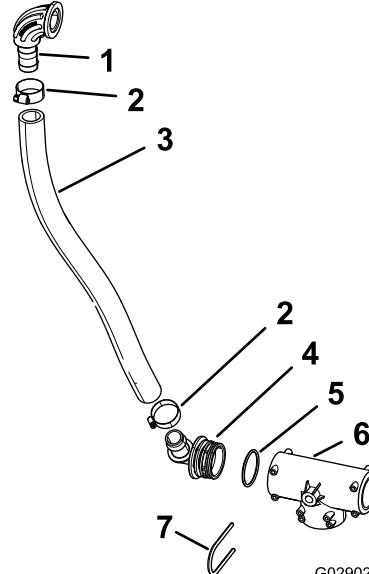

Figura 36
1. Insira o cotovelo flangeado que retirou no passo 3 de Retirar o tubo de entrada \(página 19\) no tubo de entrada 2,5 x 66 cm e fixe o encaixe com a braçadeira que guardou (Figura 36).
2. Insira a extremidade roscada de um encaixe de 90° na outra extremidade do tubo de entrada e prenda-a com uma braçadeira de tubos, conforme indicado na Figura 36.
3. Monte o anel de retenção na ranhura do anel de retenção do encaixe de 90° (Figura 36),
4. Insira o centro do encaixe de 90° em uma extremidade da união em T superior (Figura 36) e prenda o encaixe à união em T com um retentor.